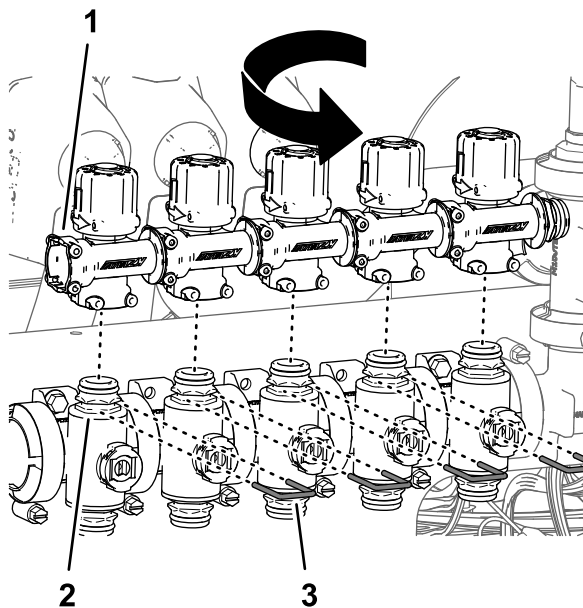

Figure 100
- Faites pivoter les soupapes de dérivation de 180° et placez-les sur les raccords rapides des vannes de section (Figure 100).
- Fixez les soupapes de dérivation aux vannes de section avec les étriers (Figure 100) que vous avez retirés à l'opération 4.